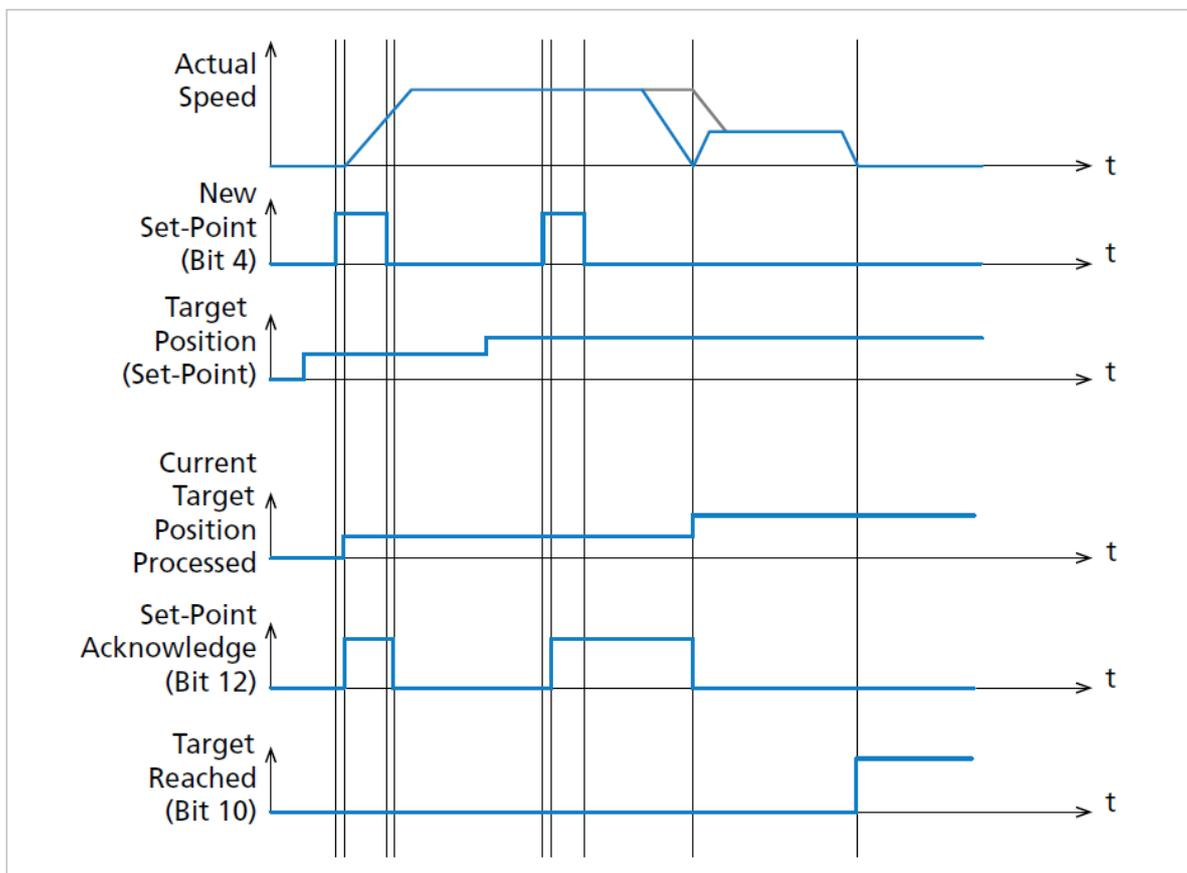

図 29 : セットポイント方式のハンドシェイク手順
- コントロールワードのビット9（Change on set-point）は、1つのセットポイントから別のセットポイントへの移行中の動的動作を制御します（参照：図29）：